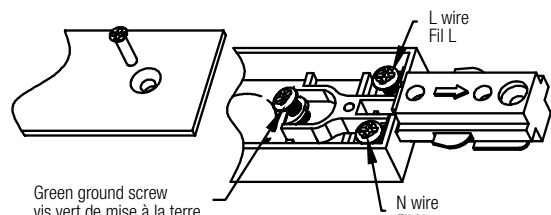

Fig. 18
6. Tighten the ground screws on the back side of the I-connector (Fig 18).
6. Serrez les vis de mise à la terre à l'arrière du connecteur en I (Fig. 18).